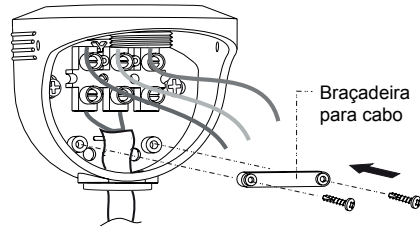

FIG. 9
3. Segure os cabos com uma braçadeira para cabos e prenda-a com dois parafusos. O bloco de terminais deve ser pressionado entre as duas protuberâncias da caixa inferior (consulte a FIG. 9).